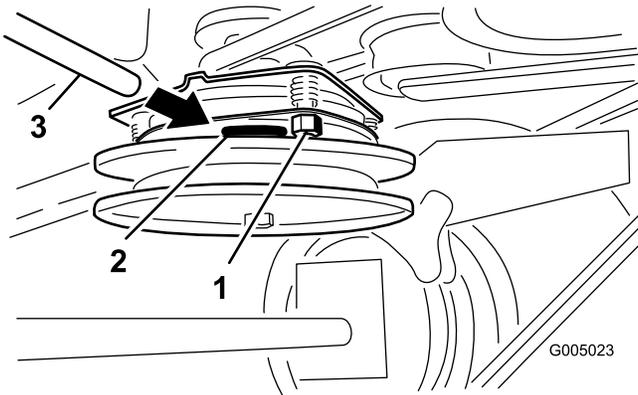

Figure 47
2. Serrez les contre-écrous jusqu'à ce la jauge d'épaisseur fléchisse légèrement mais puisse bouger facilement dans l'entrefer (Figure 47).